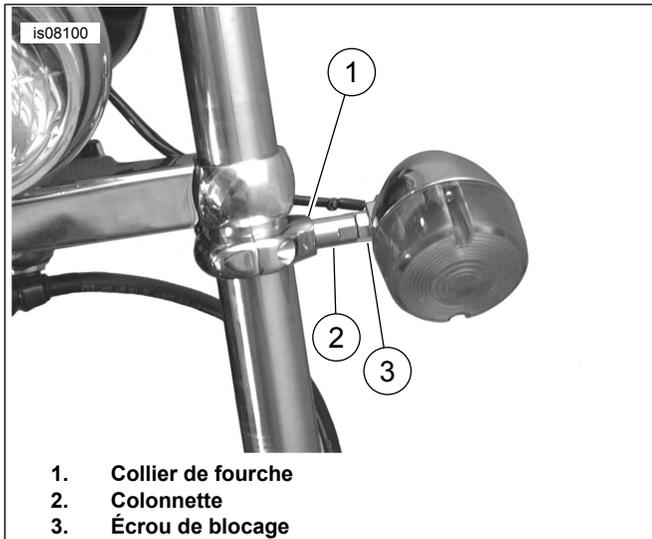

Figure 1. Feu de direction installé
3. Voir Figure 1. Visser les colonnettes avec les écrous de blocage dans les boîtiers d'ampoule.